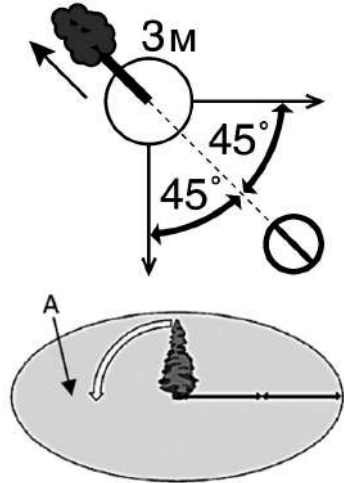

Рис. 8 Зона безопасности при валке дерева
4. Должен быть безопасный путь отхода. Путь отхода должен быть направлен по диагонали в сторону, противоположную направлению падения, под углом 45 градусов, необходимо отойти минимум на 3 метра от ствола, на тот случай, если во время падения комель дерева отскочит в сторону. Зона безопасности (А) должна быть не менее $2\frac{1}{2}$ высоты дерева (Рис. 8).